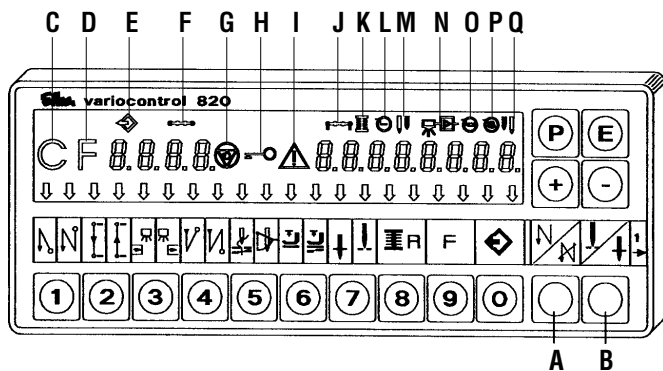

Fig. 17
8.2.2 En utilisant le moteur stop Efka - panneau V 820 (Fig. 17)
8.2.2.1 Réglage au moyen des poussoirs à fonction fermement introduite (Fig. 17)
8.2.2.2 Réglage au moyen des paramètres (Fig. 17)